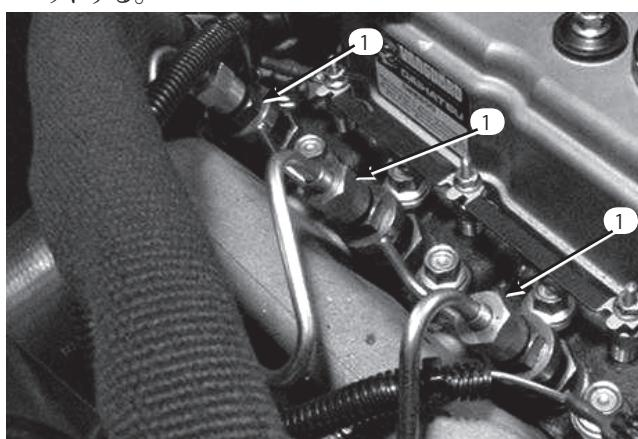

図54
1. 燃料噴射ポンプの No.1 ノズル&ホルダ・アセンブリ（図54）へのパイプ接続部をゆるめる。